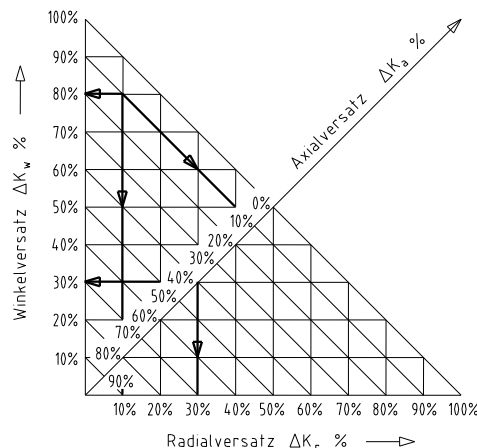

Bild 28: Verlagerungskombinationen
- Die in Tabelle 8 angegebenen Verlagerungswerte sind Maximalwerte, die nicht gleichzeitig auftreten dürfen. Bei gleichzeitigem Radial-, Axial- und Winkelversatz sind diese Werte zu reduzieren (siehe Bild 28).
Beispiele für die in Bild 28 angegebenen Verlagerungskombinationen: